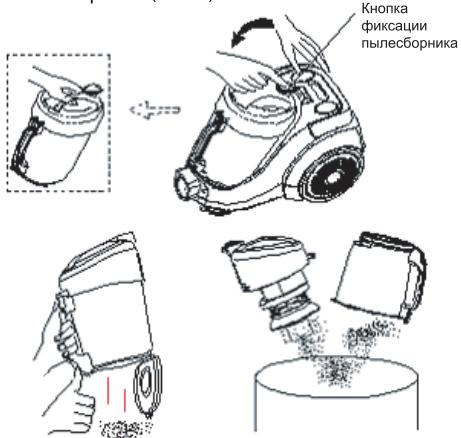

Рис. 6
2. Для снятия пылесборника нажмите на кнопку фиксации (5) и за ручку достаньте пылесборник из пылесоса. Отряхните пылесборник от пыли и мусора, нажав на кнопку (4) для открытия нижней крышки пылесборника (Рис. 6).